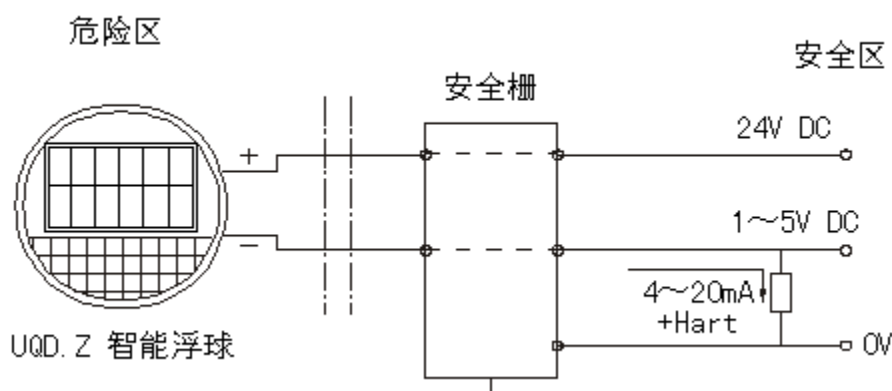

图 13 安全栅接线图示例
- b) 变送器在易燃易爆等危险场所应用时必须配用安全栅，本安型变送器与安全栅接线。参见图 13。